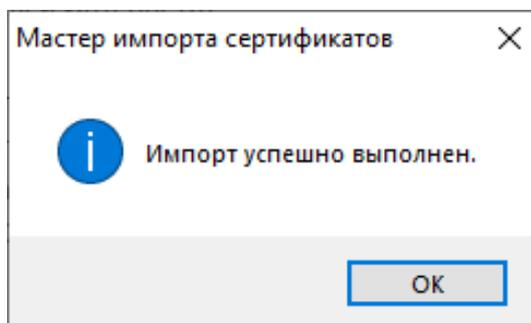

Рисунок 533 - Импорт успешно выполнен
18.Импорт успешно выполнен. Нажмите **ОК** (Рисунок 533).